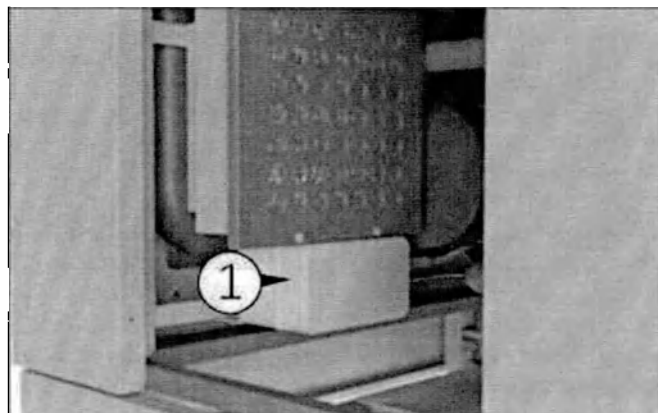
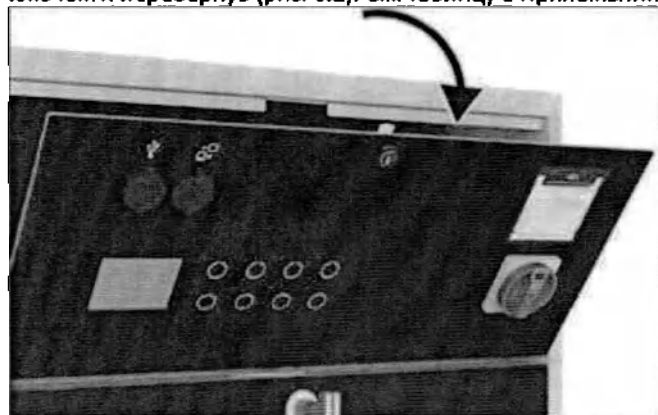

Рис. 6.1
Рис. 6.2
- Имеется распределительная коробка (1 Рис. 6.1), к которой необходимо подключить кабель питания (опционально) (эта операция входит в обязанности установщика). Распределительная коробка расположена под HEPA-фильтром на нижней панели машины.
- Машина поставляется в стандартной комплектации с внутренними предохранителями. Для замены внутренних предохранителей необходимо получить доступ к распределительной коробке внутри нижней панели (1 Рис. 6.1) и к верхней панели, открыв ее ключом и перевернув (рис. 6.2). См. таблицу в Приложении 11.7.